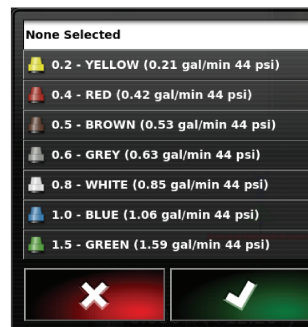

Рисунок 12
3. Нажмите на нужное сопло (Рисунок 12).